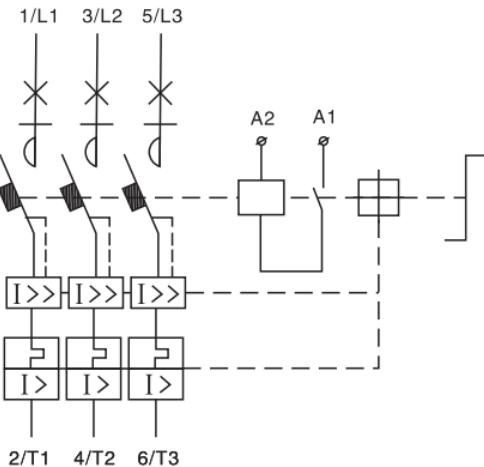
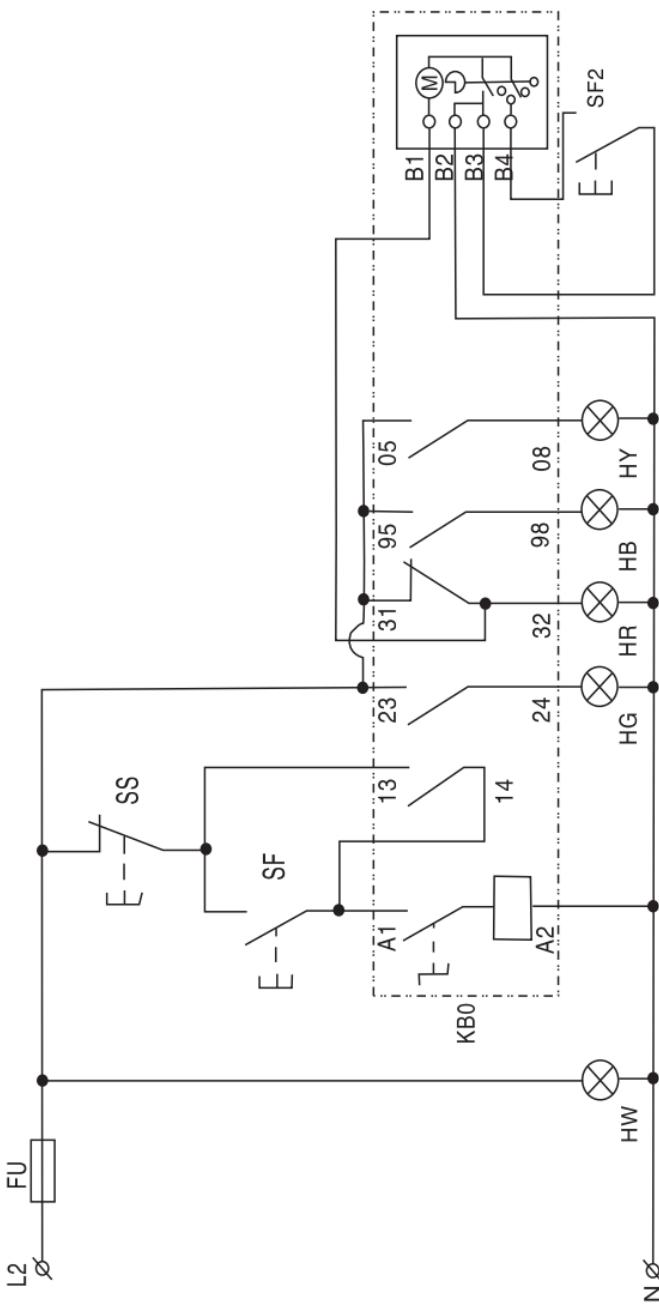

图5 电气原理图
图11 KBO-18典型的控制电路图
5.5 图5为KB0的电气原理，图11 为KB0控制电路图。